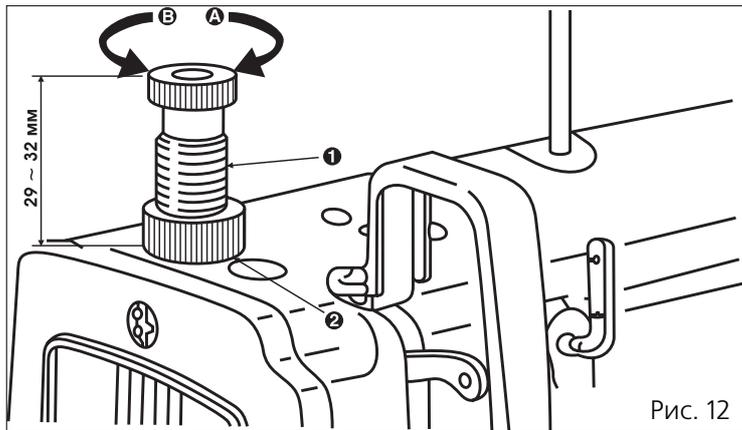

Рис. 12
1. Ослабьте гайку (2) рис.12. При вращении регулятора давления пружины (1) по часовой стрелке (в направлении А), давление лапки на ткань увеличивается.
2. При вращении регулятора давления пружины (1) против часовой стрелки (в направлении В), давление лапки на ткань уменьшается.
3. После регулировки затяните гайку (2).
4. Для основных видов ткани стандартная высота регулятора давления пружины (1) составляет от 29 до 32 мм (5 кг), 7 кг — для LS-8900 Н